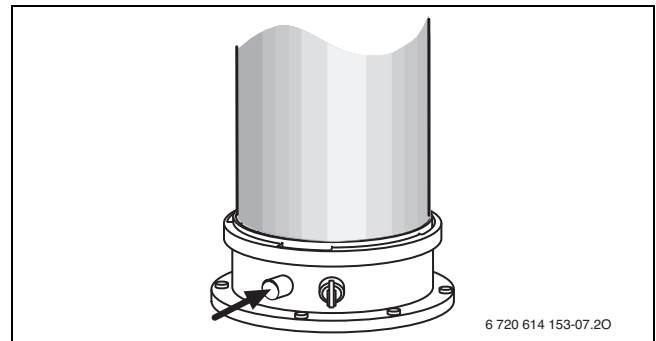

Рис. 76 Измерительный штырь дымовых газов
- Откройте винт для измерения разности давлений газового клапана (→ рис. 76, стр. 45).